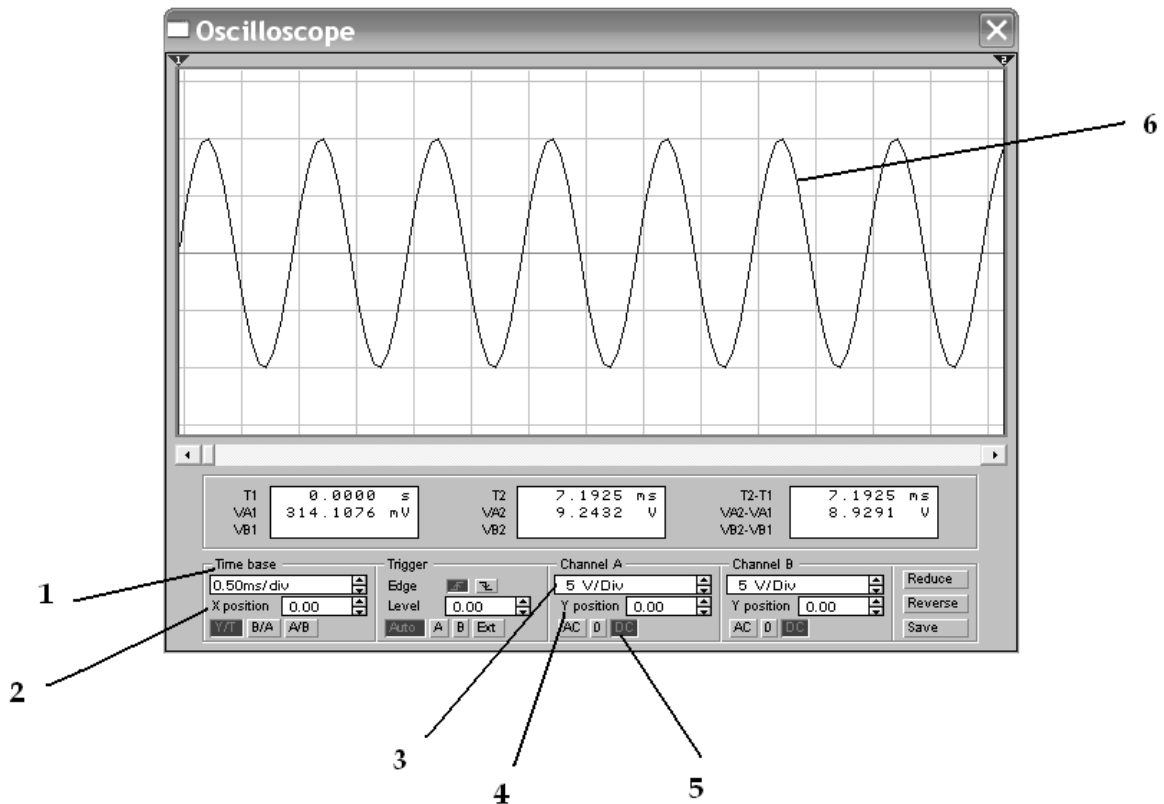

Рисунок 1.4 – Лицьова панель осцилографа
6.6 Натиснути на зображенні **Expand** на лицьовій панелі осцилографа. Спостерігати часову діаграму сигналу на розширеному екрані осцилографа (рисунок 1.4).